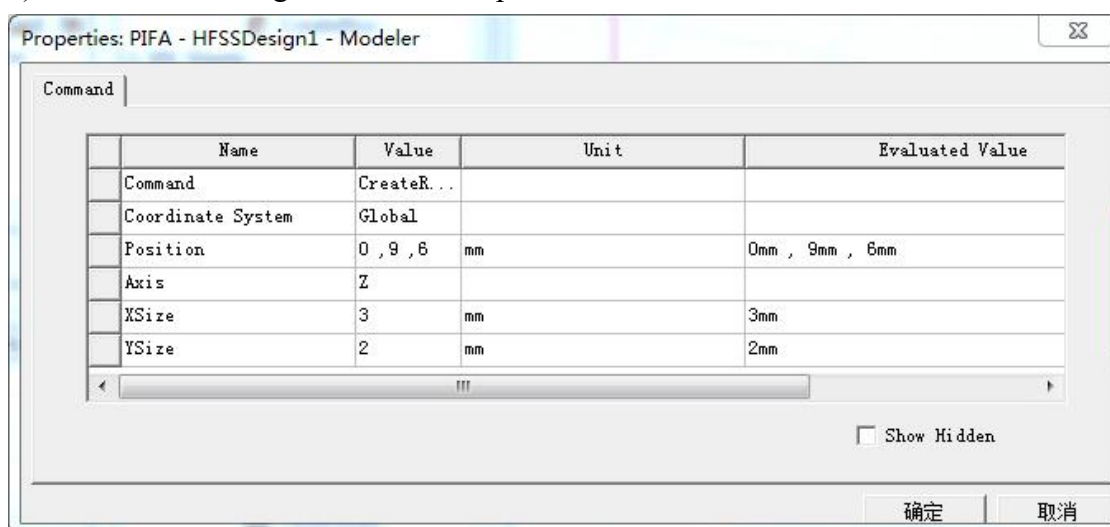

图 6
b) Draw—>Rectangle 设置名称为 patch2，颜色为绿色，设置大小位置如图 6: